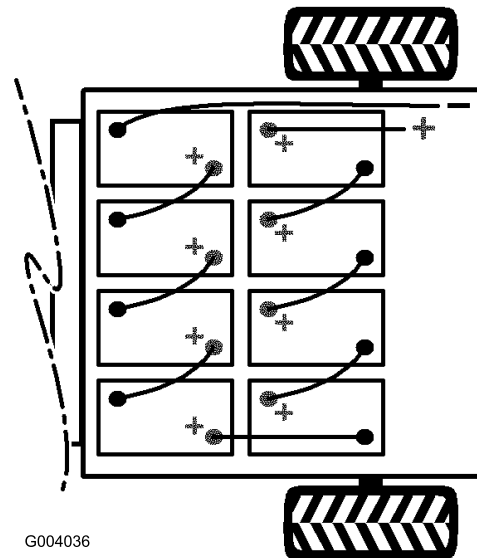

Figure 28
2. Débranchez de la borne de batterie le long câble noir négatif principal qui relie la rangée de batteries au véhicule (Figure 28).
3. Débranchez de la borne de batterie le long câble rouge positif principal qui relie la rangée de batteries au véhicule (Figure 28).
Remarque: Tenez compte de la polarité lors de la mise en place des batteries neuves (Figure 28).
- Reliez les batteries entre elles avec les câbles retirés précédemment, comme illustré à la Figure 28.
- Connectez le long câble rouge positif principal entre la rangée de batteries et le véhicule (Figure 28).
- Connectez le long câble noir négatif principal entre la rangée de batteries et le véhicule (Figure 28).